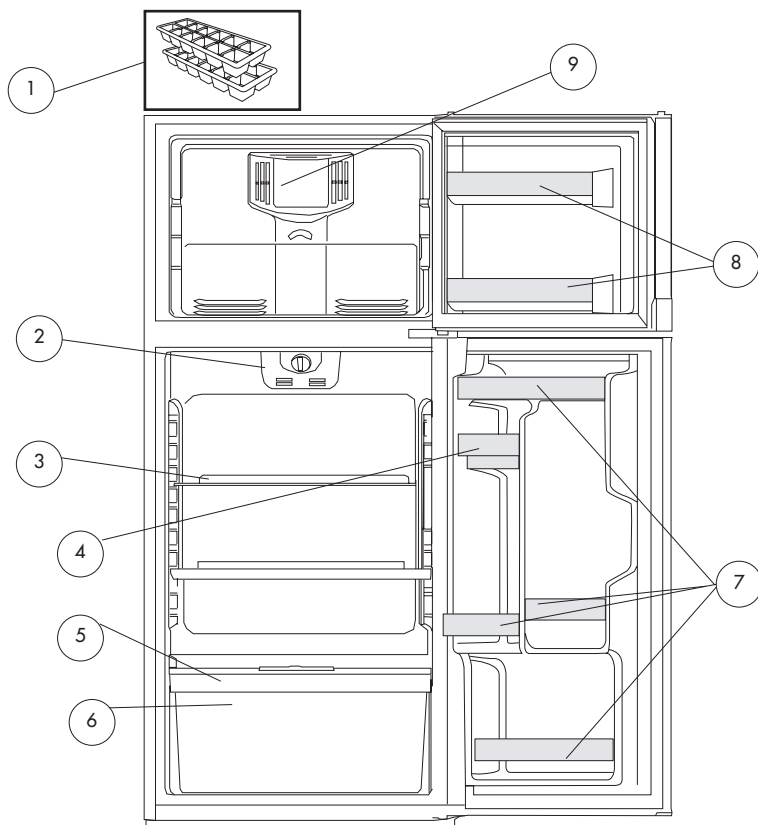

fig. 1
Alignement de la porte (voir fig. 1)
Inversion de la porte (voir fig. 1 to fig. 4)
2. Selon la figure 1, enlevez le couvercle du gond superieur de la porte du congelateur. Enlevez les 4 vis du gond. Retirez le gond en le tirant verticalement et mettez le dans un endroit sure.